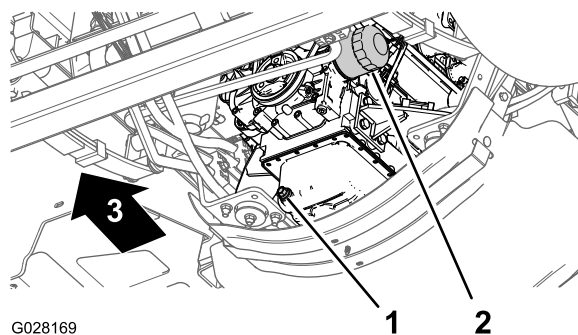

Figure 74
3. Placez un bac de vidange sous le filtre à huile moteur (Figure 74).
4. Retirez le filtre à huile usagé (Figure 74).
8. Posez le filtre à huile sur l'adaptateur et vissez le filtre dans le sens horaire jusqu'à ce que le joint en caoutchouc touche l'adaptateur, puis serrez encore le filtre d'un demi-tour (**Figure 74**).
1. Placez un bac de vidange sous le bouchon de vidange (**Figure 74**).
2. Enlevez le bouchon de vidange (**Figure 74**) pour permettre à toute l'huile de s'écouler.